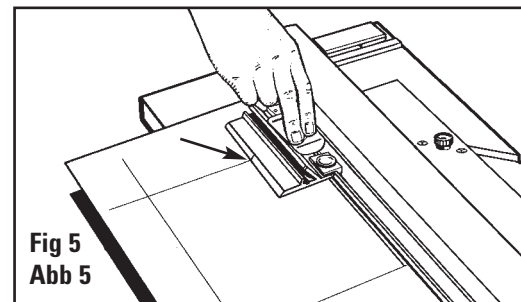

Fig 5
- Relâcher le goujon anti-glissement et tirer la tête de découpe vers soi jusqu'à ce que le repère de début et de fin s'aligne avec la ligne tracée sur la feuille à passe-partout la plus proche de vous. NE PAS DÉPASSER PAS CETTE LIGNE! (**Fig. 5**)
- Libere el Pasador Anti-Arrastre y tire del cabezal del corte hacia usted hasta que la línea Indicadora de Inicio y Parada se alinee con la línea en la lámina perimétrica más cercana a usted. ¡NO VAYA MÁS ALLÁ DE LA LÍNEA! (**Fig. 5**)
- Lassen Sie die Anti-Rutschnadel los und ziehen Sie den Schneidkopf so lange auf sich zu, bis sich seine Start- & Stop-Markierung mit der unteren Hilfslinie trifft. SCHNEIDEN SIE NICHT ÜBER DIESE LINIE HINWEG. Abb. 5
- Rilasciare il perno antiscivolo e tirare la testa di taglio verso di voi finché l'indicatore di inizio e di fine non si allinei con la linea sul cartoncino più vicina a voi. NON SUPERARE LA LINEA! (**Fig. 5**)